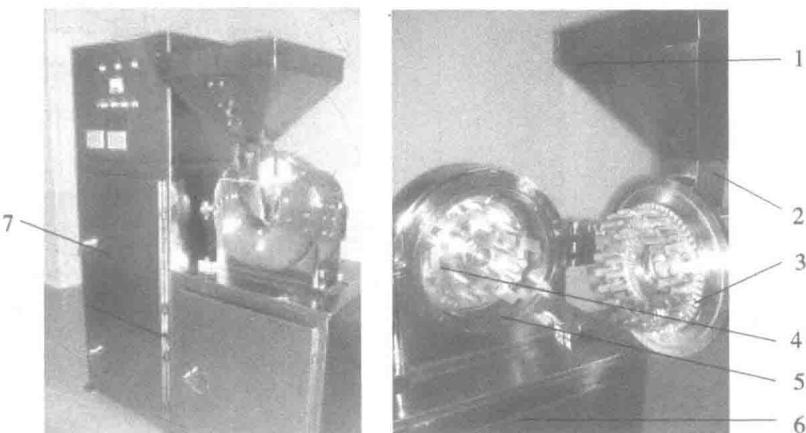

图1-2 万能粉碎机
(1) 万能粉碎机。由机座、电机、加料斗、粉碎室、转动齿盘、固定齿盘、环状筛板、出料口等组成，并配有粉料收集及捕尘设施。如图1-2所示。